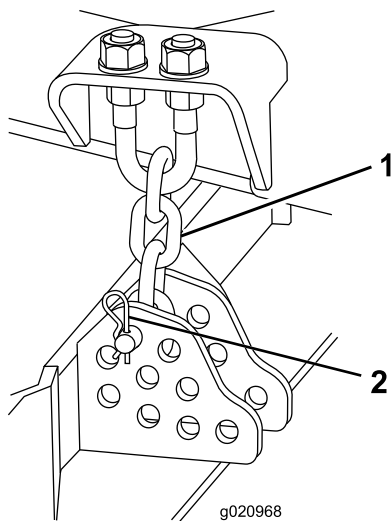

Bild 23
- Entfernen Sie den Splint und den Lastösenbolzen, mit denen die Schnitthöhenkette an der Rückseite der Schneideinheit befestigt ist (Bild 23).